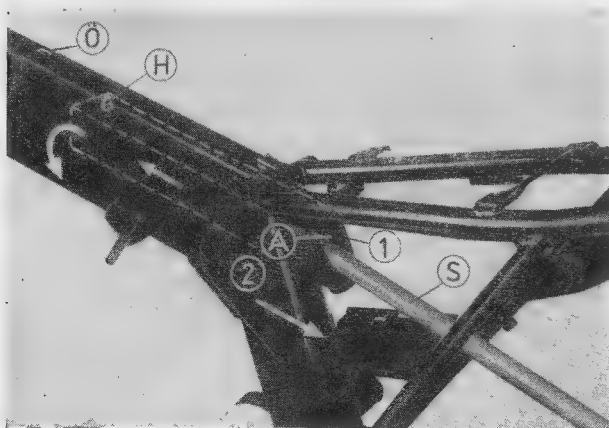

Bild 114. Montage des Ansaugrohres
siehe Bild 114, angesaugt. Das Ansaugrohr dient der Geräuschdämpfung und der Luftberuhigung.
(1 im Bild 114) ist im Rahmenträger hinten direkt im Blechausschnitt mit Hilfe einer Nut im Gummi befestigt. Ein Anguß am vorderen Ende des Schlauches (H) hält letzteren in der Öffnung (O) des Rahmenträgers.